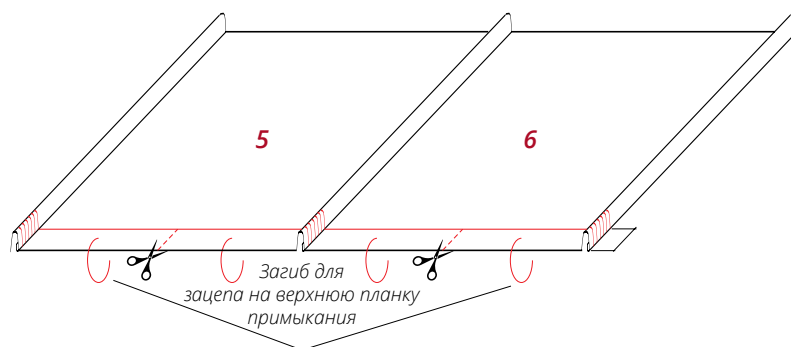

Рис. 10
- Подготовьте панели 5 и 6, как показано на рис. 10.